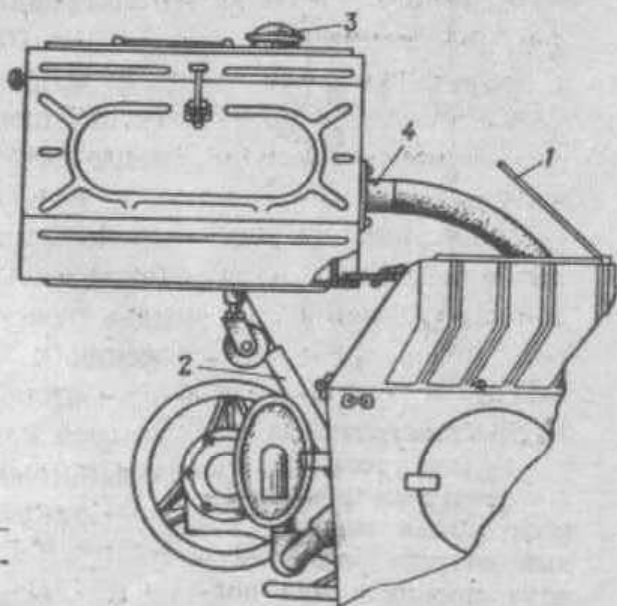

Рис. 1. Подключение предпускового подогревателя (вид сбоку):
- открой в капоте крышку 1 (рис. 1) люка воздухозаборника;
— сними крышку 3 (рис. 1) топливного бачка и заправь его бензином (емкость бачка 2 л);